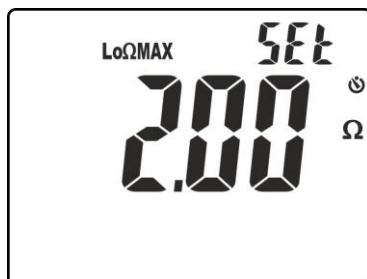

Fig. 26: Impostazione soglia limite nella misura di continuità
4. Premere i tasti **▼/☼** o **▲/ZERO** per selezionare il valore compreso nel campo: **0.05 Ω** ÷ **9.99 Ω** (vedere Fig. 26)
4. Premere i tasti **▼/☼** o **▲/ZERO** per selezionare il valore compreso nel campo: **0.05Ω ÷ 9.99Ω** (vedere Fig. 26)